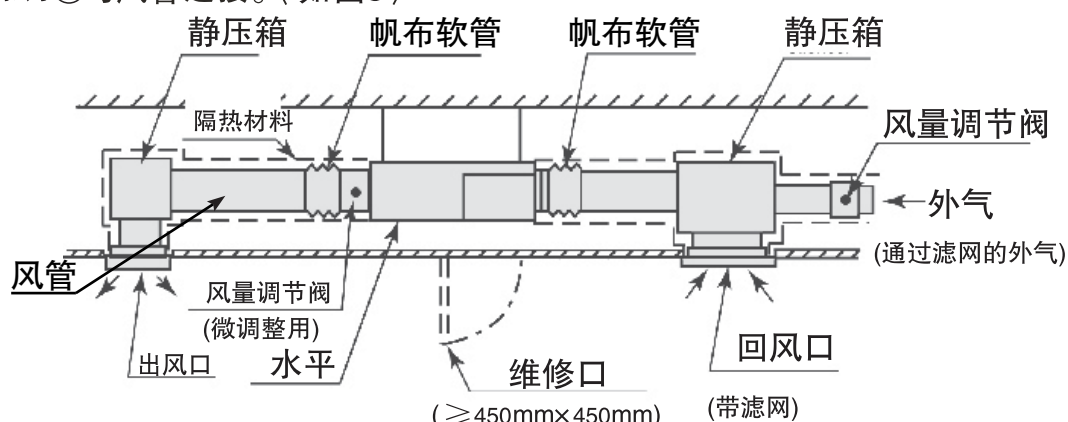

图8 风管的连接
风管通过帆布软管与室内机连接,可以有效地隔离噪音和震动。室内机配有带孔法兰,可用螺钉②与风管连接。〈如图8〉